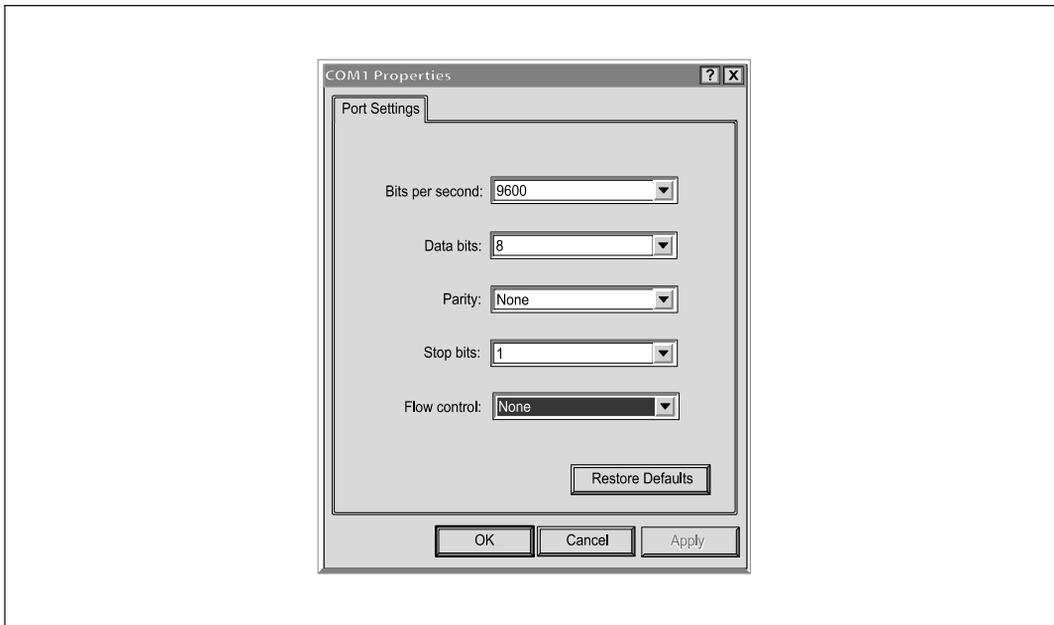

Figure 6. Configuration des réglages du port
- 4 Réglez la ligne série sur **9600 bauds, 8 bits de données, Aucune parité, 1 bit d'arrêt, Aucun contrôle de flux** (voir Figure 6).